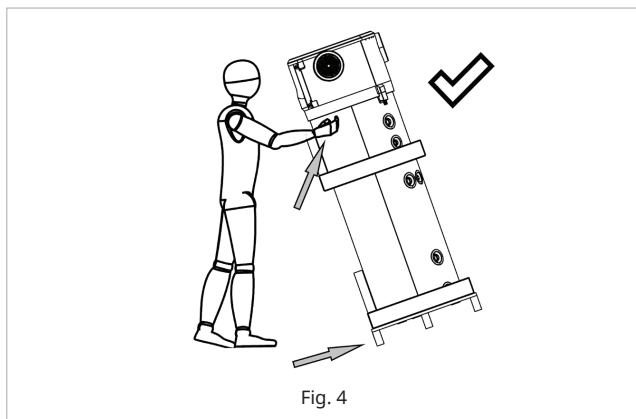

Fig. 4
- ⚠ În timpul manipulării, nu țineți dispozitivul de panourile de plastic de sus! Acest lucru le poate deteriora! Modul corect de manipulare a dispozitivului este prezentat în Fig. 4